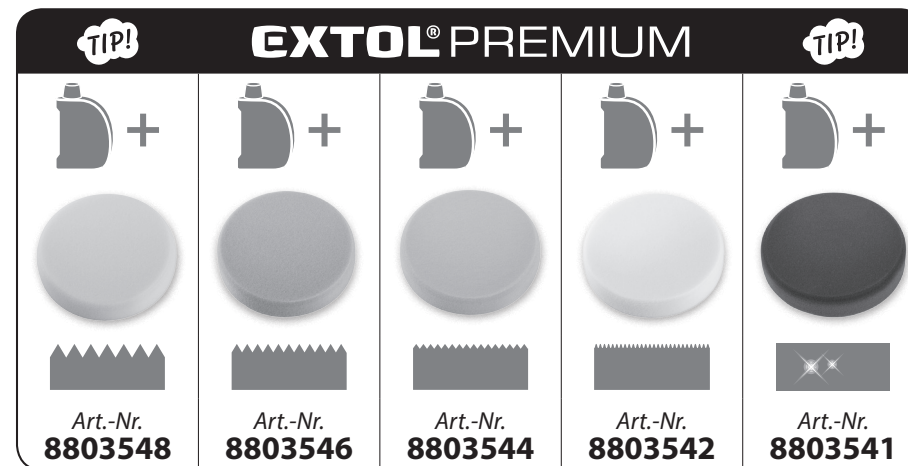

Abb. 2
- Die Orbital-Poliermaschine Extol® Premium 8892510 ist vor allem zum Polieren, Konservierung und Behandlung von Fahrzeuglacken ohne Wasser und auch **zum Retuschieren von kleinen Fahrzeuglackfehlern** (z. B. Entfernung von tieferen Kratzern, Überlackierungen, Asphaltgespritzern von Fahrbahnen und Insektenresten, Abschleifen der Mikroschicht vom ausgewitterten Lack um den ursprünglichen Farbton wieder herzustellen, Verschleifen und Behandlung von Roststellen, Entfernung von mikrofeinen flachen Kratzern nach Fahrzeugwäsche, Hologrammen u. ä.) **unter Anwendung der dafür bestimmten Schaumteller und der jeweiligen Paste/Emulsion mit Schleifwirkungen und Polierpasten (Autokosmetik) bestimmt.** Die Übersicht der Schaumteller mit ihrem Verwendungszweck ist oben in der Tabelle 1 und ihr Anwendungsprinzip auf dem nachstehenden Bild 2 angeführt.